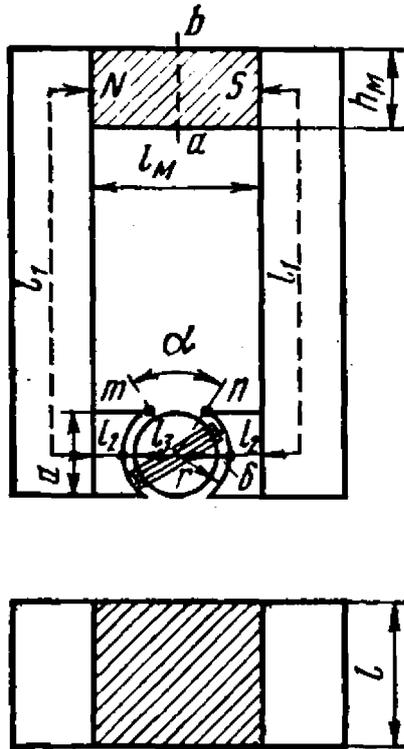
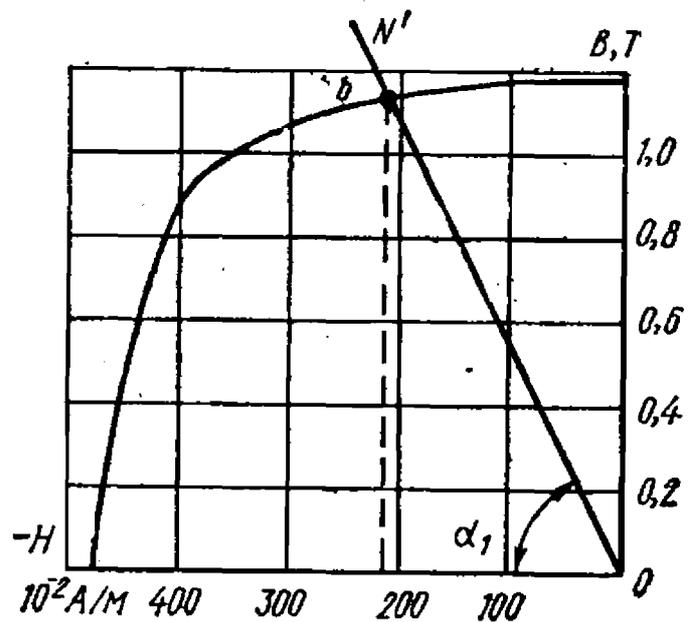
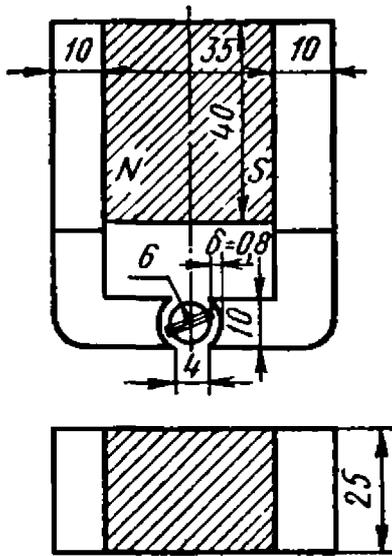

Рис. 9.18
Рис. 9.19
Рис. 9.20
9.18. Определить вращающий момент, действующий на рамку магнитоэлектрического миллиамперметра (рис. 9.18), если ток в рамке $I = 7,5$ мА, число витков рамки $w = 48$, длина ее (по оси) $l = 35$ мм, ширина $b = 18,8$ мм. Индукция в плоскости нейтрали $a-b$ постоянного магнита $B = 0,5$ Т, площадь поперечного сечения магнита $S_m = 3,5$ см². Коэффициент рассеяния магнитного потока $\sigma = 1,65$.
9.19. Определить индукцию в воздушном зазоре магнитоэлектрического прибора (рис. 9.18), если характеристика постоянного магнита из сплава магнико (АНКО-4) приведена на рис. 9.19. Сопротивления стыков между накладками, магнитом и полюсными наконечниками пренебречь.
Уравнение (9.4) выражает прямую, тангенс угла наклона которой к оси абсцисс α_1 зависит от свойств материала, а также от соотношения геометрических размеров магнита и воздушного зазора, характеризуемых коэффициентом σ . Так как зависимость $B(H)$ определяется также кривой размагничивания, то точка пересечения кривой $B(H)$ и луча, выходящего из начала координат под углом α_1 к оси абсцисс, определяет рабочий режим магнита (рис. 9.19).
9.20. Определить магнитную индукцию в воздушном зазоре гальванометра типа ГЗС-47 (рис. 9.20). Характеристики магнита из сплава магнико (АНКО-4) приведены на рис. 9.19. Размеры магнитной системы указаны в миллиметрах. Коэффициент рассеяния магнитного потока $\sigma = 1,65$.